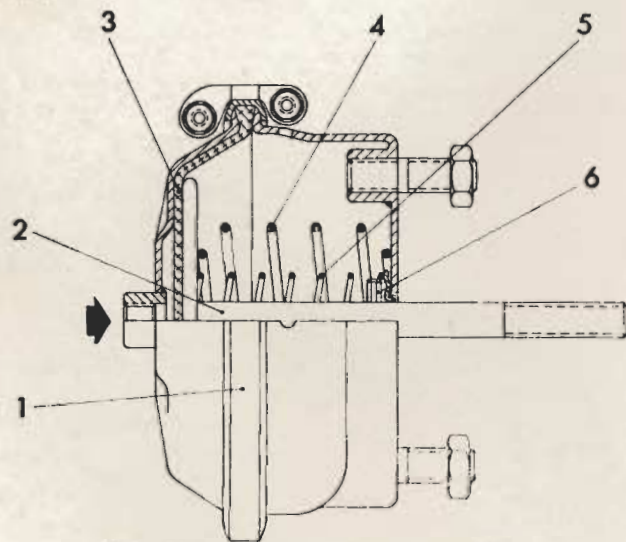

Fig. 4.3. - Corte de la cámara neumática
4.4 CÁMARA DE AYUDA NEUMÁTICA PARA EL DESEMBRAGUE (fig. 4.3)